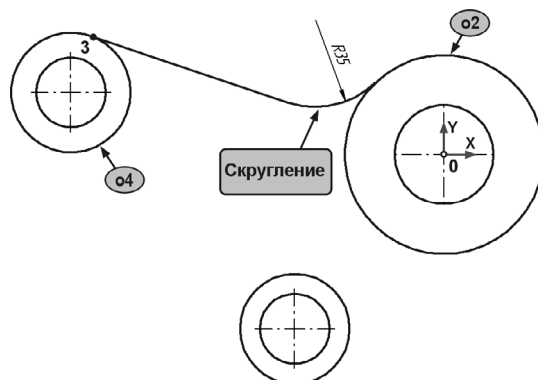

Рис. 25.7. Построение скругления
12. Постройте сопряжение отрезка 0–3 и окружности о2 дугой радиуса 35 мм (рис. 25.7).